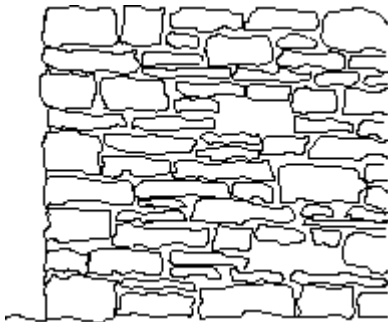
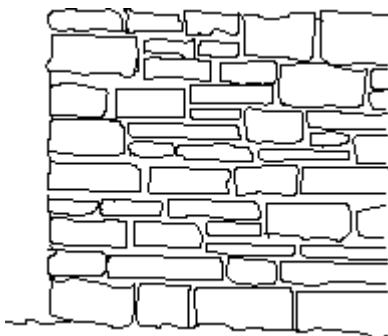

Bild 17: Hammerrechtes Schichtenmauerwerk
Bild 18: Unregelmäßiges Schichtenmauerwerk
- g) an den Ecken die größten Steine(gegebenenfalls in Höhe von zwei Schichten) nach Bild 17 und Bild 18 eingebaut werden.
Hammerrechtes Schichtenmauerwerk Bild 17
Unregelmäßiges Schichtenmauerwerk Bild 18